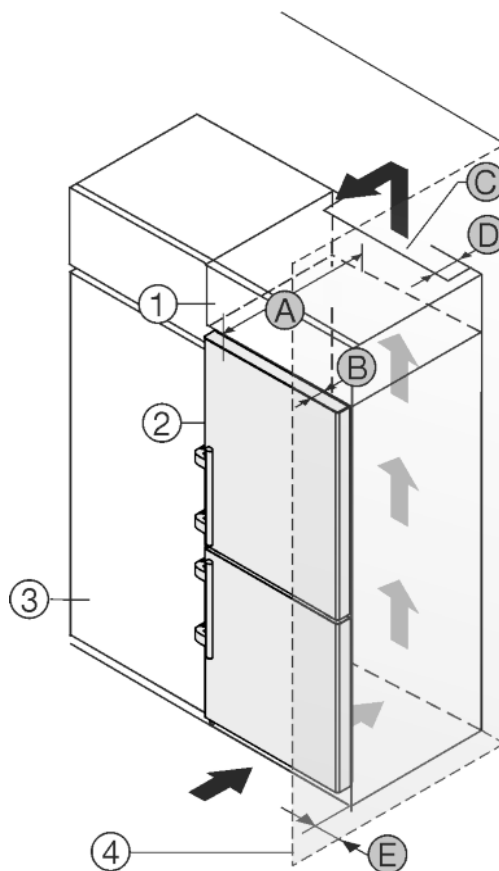

Fig. 26
L'apparecchio può essere incassato in mobili da cucina. Per adattare l'apparecchio Fig. 26 (2) all'altezza della cucina componibile, è possibile applicare sopra l'apparecchio un mobile da appoggio Fig. 26 (1).
L'apparecchio può essere installato direttamente accanto al mobile da cucina Fig. 26 (3). Per poter aprire completamente la porta, l'apparecchio deve sporgere almeno della profondità Fig. 26 (B) rispetto alla parte anteriore del mobile da cucina. L'apparecchio può sporgere ulteriormente a seconda della profondità dei mobili da cucina e dell'uso di distanziatori a parete.
- Sul retro del mobile da appoggio deve essere presente un vano di uscita dell'aria con profondità Fig. 26 (D) sull'intera larghezza del mobile da appoggio.
- Sotto al soffitto del locale deve essere rispettata la sezione di ventilazione Fig. 26 (C).
Se l'apparecchio è installato con le cerniere accanto ad una parete Fig. 26 (4), deve essere rispettata la distanza Fig. 26 (E) tra apparecchio e parete, che corrisponde alla sporgenza della maniglia con la porta aperta.